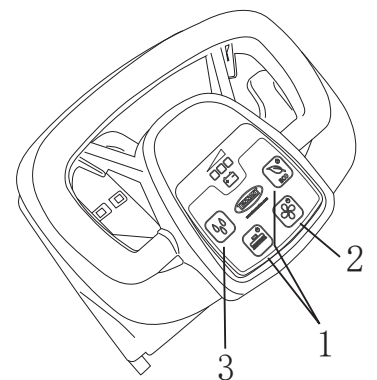

Fig. 17
- 按下地刷按钮或ECO按钮（图17，编号1），除了地刷之外，还将激活溶液水流的抽吸和输出。
- 工作期间检查清洗质量，并通过作用于溶液流量按钮调整溶液流量（图17，编号3）。
- 按下地刷开关（图17，编号1）。
- 按下吸水开关（图17，编号2），关闭吸水机。